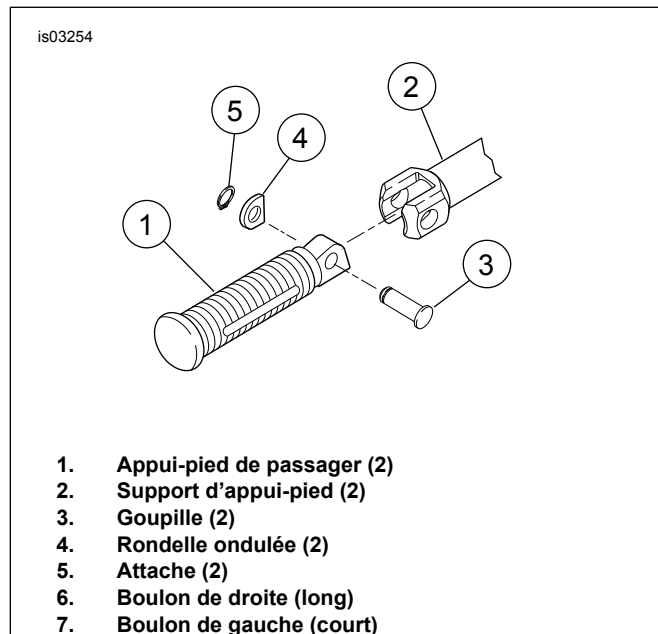

Figure 5. Monture d'appui-pied de passager (côté droit)
2. Voir Figure 5. Retirer l'appui-pied de passager (1) du support d'appui-pied (2) en retirant la goupille (3), la rondelle ondulée (4) et l'attache (5). Conserver les pièces détachées pour l'installation du kit.
1. Voir Figure 5. Aligner le support d'appui-pied (2) avec le trou dans le cadre.
1. Voir Figure 5. Aligner le support d'appui-pied (2) avec le trou du support de silencieux.
1. Voir Figure 5. Installer l'appui-pied de passager (1) au support d'appui-pied (2) à l'aide de la goupille d'origine (3), d'une rondelle ondulée (4) et d'une attache (5).